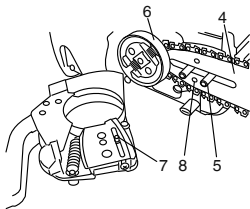

Fig. 3
3. Instale la barra de cadena (4) en los pernos (5) y, a continuación, empújela hacia la rueda dentada (6) lo más lejos posible. Asegúrese de que la cabecilla del tornillo de ajuste (7) de tensión de cadena esté fija en el agujero de la barra (8). (Fig. 3)
Desplace ligeramente la barra hacia adelante y atrás y asegúrese de que la cabecilla del tornillo de ajuste (7) de tensión de la cadena quede correctamente ajustada en el agujero de la barra (8). (Fig. 3)